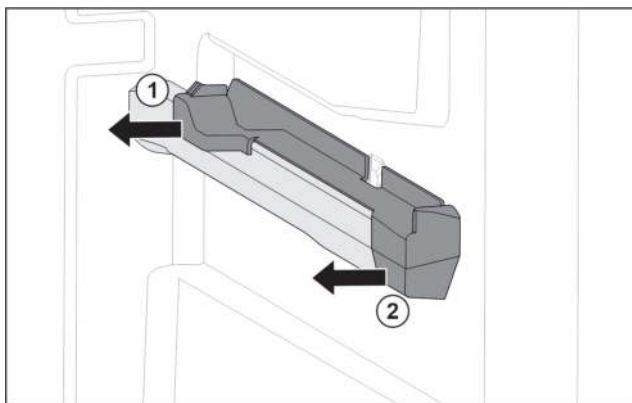

Fig. 118 Aufsteckteil auf der rechten Behälterrippe
- Aufsteckteil hinten zur Seite abziehen. Fig. 118 (1)
- Aufsteckteil vorne zur Seite abziehen. Fig. 118 (2)